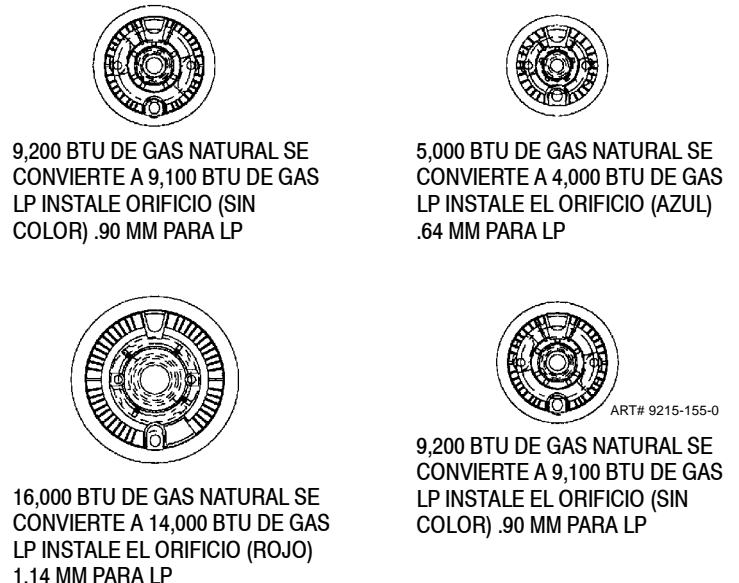

Figura 10
- Vuelva a colocar el orificio de cada uno de los cuatro sujetadores de orificios con el orificio de gas LP/propano correcto (vea la figura 10).